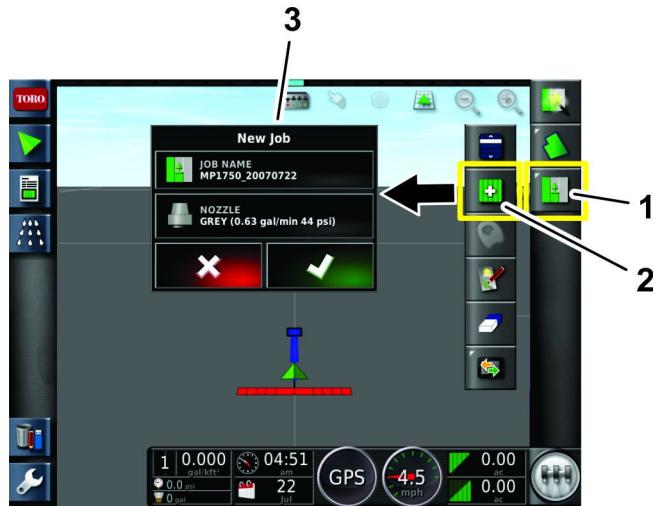

Figura 131
5. Premete l'icône del Menu dell'attività nell'angolo in alto a destra della schermata (Figura 131).
6. Inserite un nuovo nome per l'attività o lasciate l'indicazione di data e ora predefinita (Figura 131).